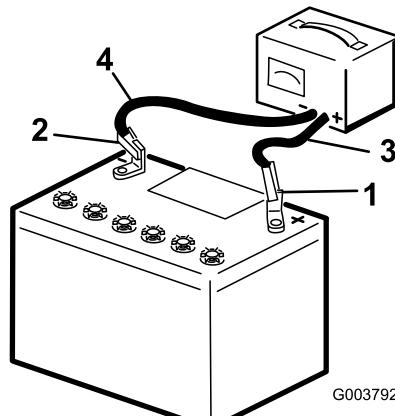

図 36
3. 25-30アンペアで10~15分、または4-6 アンペアで30分、バッテリーを充電する（図 36）。充電しすぎないように注意すること。
4. 充電が終わったら、チャージャのプラグをコンセントから抜いてから、チャージャのリード線をバッテリー端子から外す（図 36）。